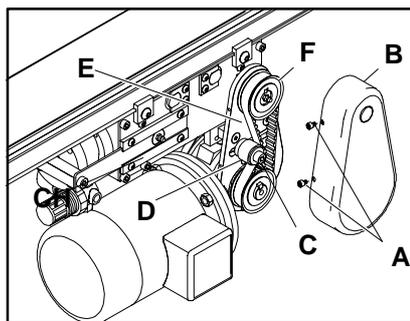

Figure 8
Retirez les vis (A de la figure 8) qui fixent le carter de courroie (B) de son carter arrière. Retirez le carter de courroie.
Retirez l'arbre d'entraînement extérieur avec la poulie de la courroie crantée (F dans les figures 8 & 9). Reportez-vous à cet effet aux procédures indiquées dans la section "Démontage" du chapitre "Changement de l'arbre d'entraînement extérieur" à la page 8.